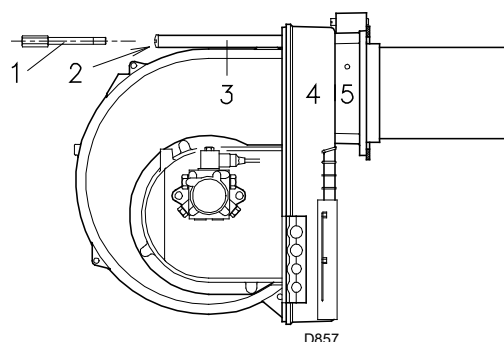

Fig. 14
- Rimontare, infine, il bruciatore 4)(Fig. 14) sulle guide 3) e farlo scorrere fino alla flangia 5), tenendolo leggermente sollevato per evitare che il disco di stabilità fiamma entri in contrasto con il boccaglio.
- Togliere i dadi 1)(Fig. 14) ed il disco 2).